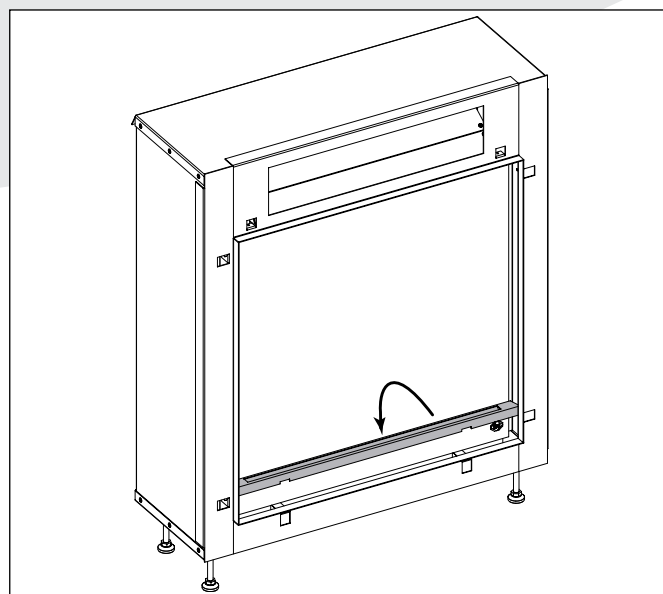

Figure 9
4. Placez le profilé d'amenée d'air dans l'appareil (**figure 9**).